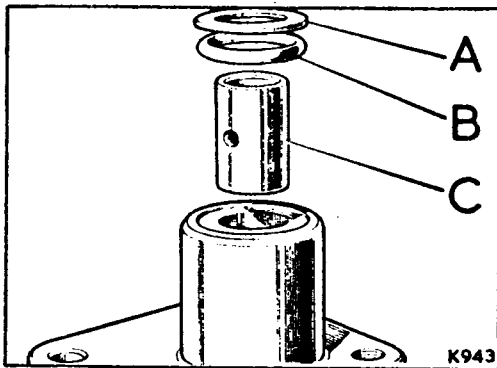

Fig. G1-51.- Casquillo y retén del eje de brazo de mando
- 1.9.- Si fuese preciso se quitará la arandela, A (Fig. G1-51) y retén de aceite, B, y a presión, se extraerán el casquillo, C, de la caja.
- 3.2.- Montar a presión el casquillo del eje sinfin en la caja de engranajes e instalar el retén de aceite y la arandela (Fig. G1-51).